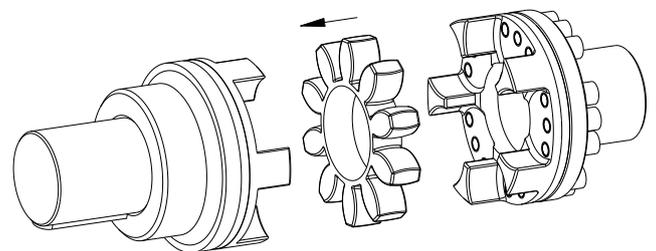

Bild 23: Montage des Zahnkranzes
- Setzen Sie den Zahnkranz in die Nockenpartie der Nabe ein (siehe Bild 23).